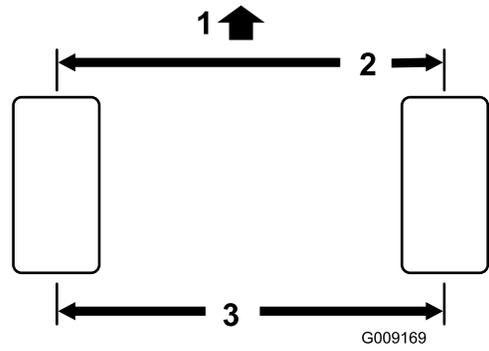

图57
- 2. 测量前、后转向轮胎中心到中心轮轴高度的距离 (图 57)。